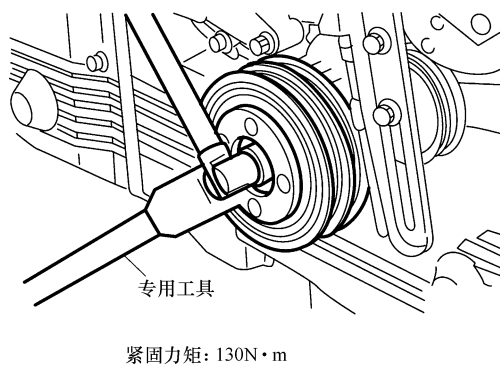

图 27-75 用专用工具紧固曲轴带轮螺栓
11) 安装曲轴带轮，如图 27-75 所示，用专用工具把曲轴带轮螺栓紧固到 $130\text{N}\cdot\text{m}$ 。